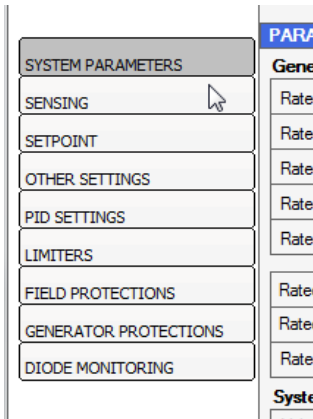

Fig. 5.5.a
- Selezionare il gruppo di parametri desiderato (vedi Fig. 5.5.a).
- Cliccare sul campo da modificare e inserire il dato desiderato. Ripetere l'operazione per ogni parametro da configurare (vedi Fig. 5.5.b).
- Non appena tutti i parametri del gruppo selezionato sono stati impostati, cliccare il pulsante *Applica Pagina Corrente*, posto sotto l'area di configurazione (vedi Fig. 5.5.c).